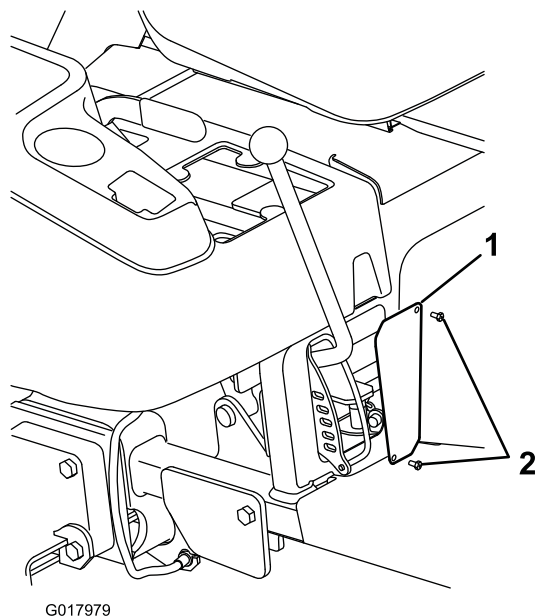

Figure 9
1. Fixez le panneau de protection neuf à l'arrière de l'ouverture du cadre avec 2 vis à tête tronconique (10 x 1/2 po) (Figure 9).